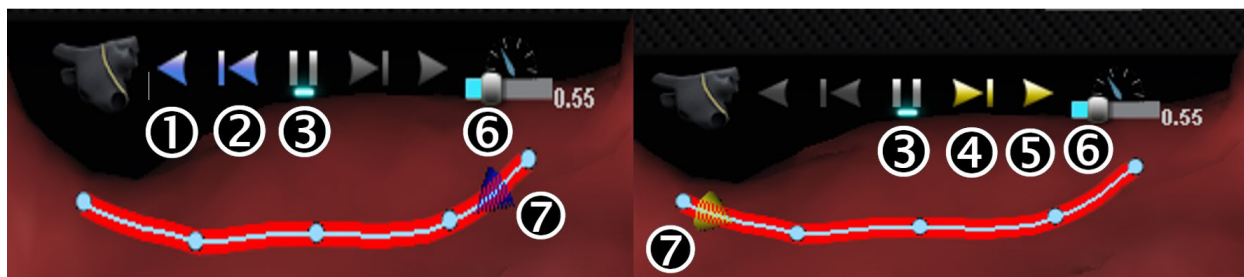

Abbildung 72. Zielkegel auf NaviLine
Wenn der Benutzer eine abgeschlossene *NaviLine*-Designlinie auswählt (siehe **Abbildung 72**), werden oben im Fenster kontextabhängige Bedienelemente angezeigt. Außerdem erscheinen die Schaltflächen ① und ⑦ nur dann, wenn das System so eingerichtet ist, dass *Auto-NaviLine* aktiviert ist, wie in den folgenden Abbildungen gezeigt.
Da sich der Zielkegel (**Abbildung 72 links**) derzeit am Anfang der Linie befindet, sind die **Rückwärts**-Schaltflächen deaktiviert. Die Schaltfläche **Pause** ist hervorgehoben (blau unterstrichen), da keine Zielerfassung aktiv ist. Das Gegenteil ist der Fall in **Abbildung 72 rechts**. Hier steht der Zielindikator am Ende der Zeile und die **Vorwärts**-Schaltflächen deaktiviert sind.